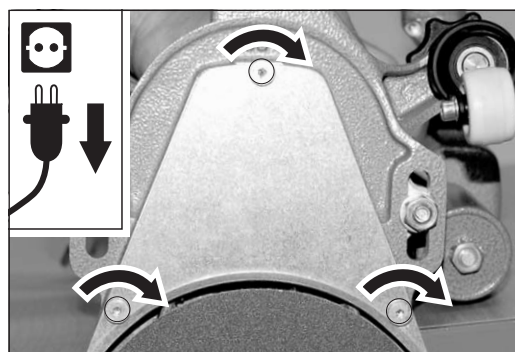

Abb. 45 Das Abdeckblech mit den Schrauben an den Vorsatz schrauben.
- 7 Schrauben Sie das Abdeckblech wieder an den Vorsatz (Abb. 45).